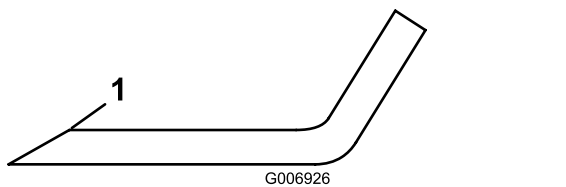

图76
4. 检查所有刀片的刀刃。如果刀刃变钝或出现裂口应打磨刀刃的边缘保持最初的切割角度以保证锋利度 (图76)。